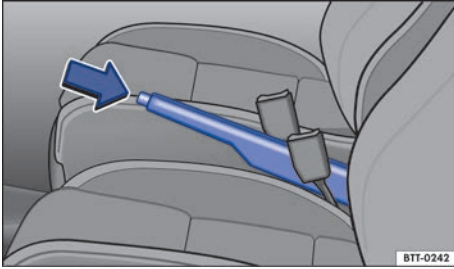

Fig. 109 Entre los asientos delanteros: freno de mano.
- Tire ligeramente de la palanca del freno de mano hacia arriba y presione el botón de bloqueo → fig. 109 (flecha).